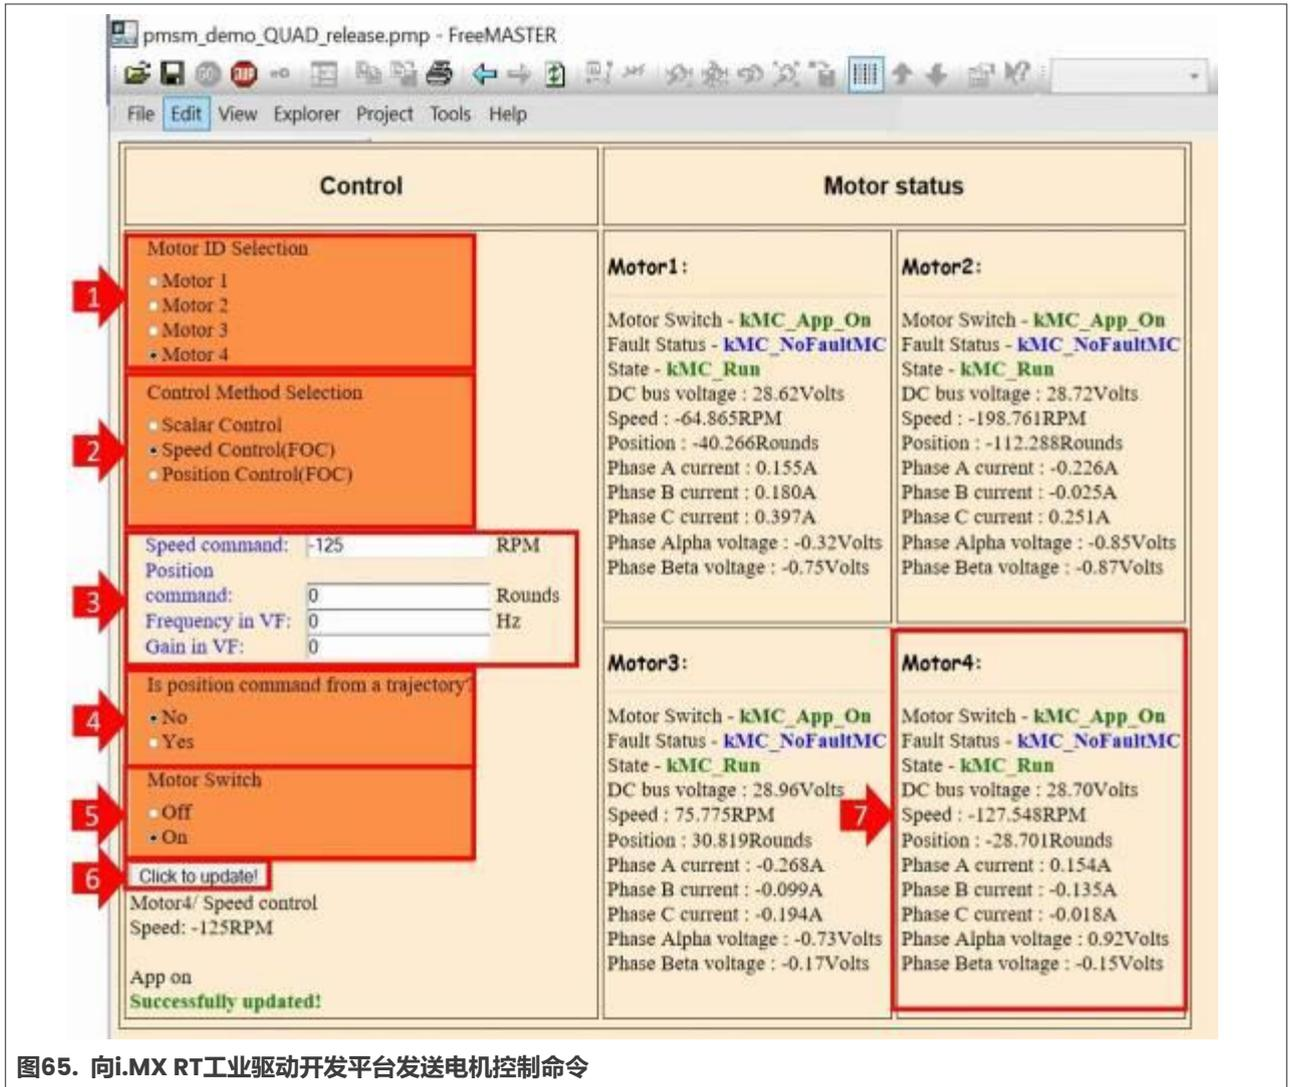

图65. 向i.MX RT工业驱动开发平台发送电机控制命令
3. 现在，可以使用FreeMASTER GUI控制电机，如图65所示：